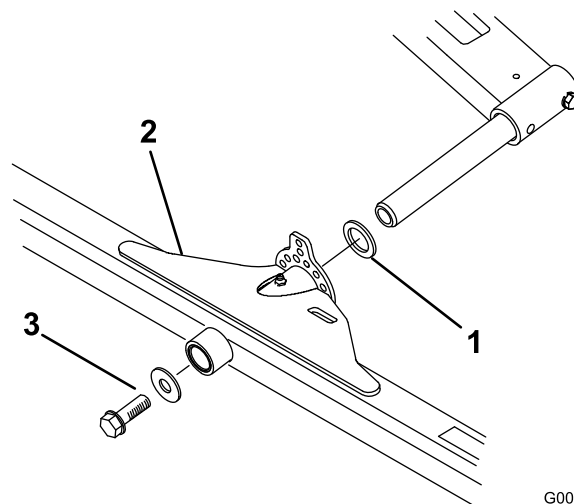

Figura 9
2. Deslice el bastidor de la unidad de corte sobre la varilla de pivote y fíjelo con una arandela plana y un perno con arandela prensada (Figura 9).
1. Deslice una arandela de empuje sobre la varilla de pivote del brazo de elevación (Figura 9).